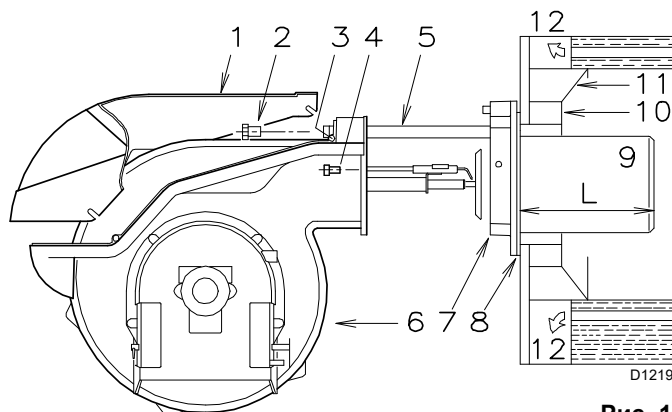

Рис. 11
Для котлов с водоохлаждаемой передней стенкой облицовка огнеупорным материалом 10)-11)(Рис. 11) необязательна, если это не требуется заводом-изготовителем.
После этого закрепите фланец 7)(Рис. 11) к плите котла, прокладывая между ними прокладку 8) из комплекта поставки горелки. Используйте также 4 винта из комплекта, предварительно покрыв резьбу противозадирным составом для защиты.
- Откройте горелку на направляющих, как показано на Рис. 11 на стр. 15.